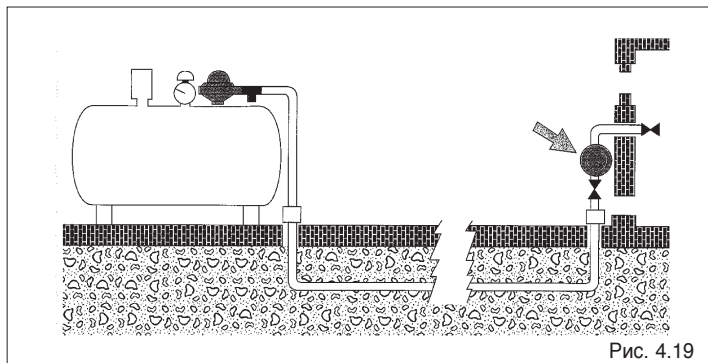

Рис. 4.19
- отсоединить манометр и установить обратно заглушку F (Рис. 4.19);